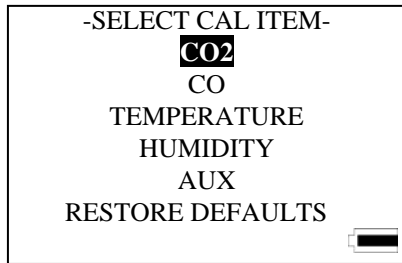

Abb. 4-1: Ansicht Kalibrier Menü
2. Wählen Sie CO₂ durch Drücken der ▼ oder ▲ Taste im Kalbrieremenü, bestätigen Sie mit ↵ (siehe Abb. 4-1).